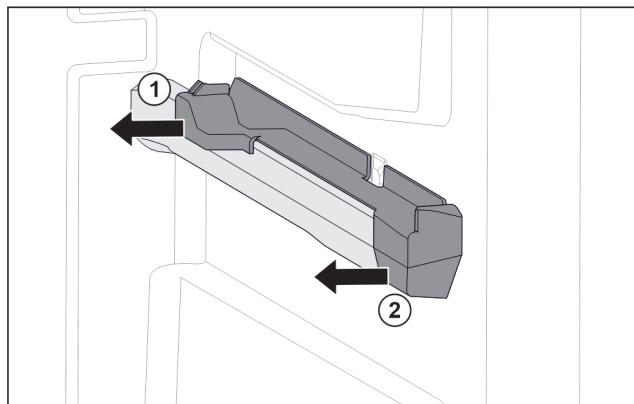

Fig. 77 Natični nastavek na desnemu nastavku za posodo
- ▶ Natični nastavek zadaj izvlecite vstran. Fig. 77 (1)
- ▶ Natični nastavek spredaj izvlecite vstran. Fig. 77 (2)